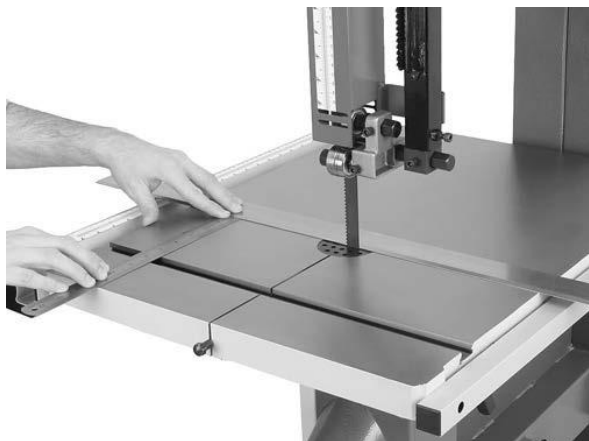

Рисунок 15
1. Положите вдоль боковой стороны полотна поперечную линейку так, чтобы она не слишком сильно давила на полотно. Поперечная линейка должна касаться обеих кромок полотна (рисунок 15).